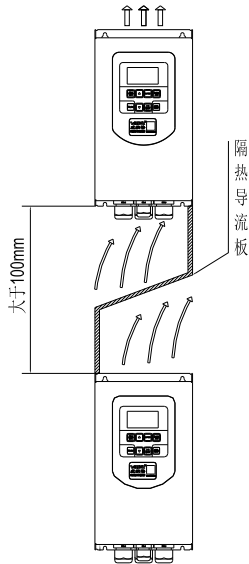

图1-5. G630变频器安装示意图
- 1) 请垂直安装变频器，便于热量向上散发。但不能倒置。若柜内有较多变频器时，最好是并排安装。在需要上下安装の場合，请参考图1-5的示意，安装隔热导流板。